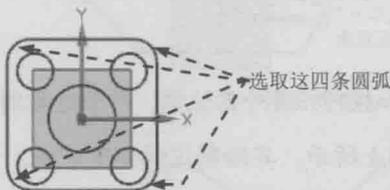

图 1.4.8 等半径约束
Step5. 添加几何约束。单击“约束”按钮 ,根据系统 **选择要约束的对象** 的提示,单击  按钮,选取图 1.4.8 所示的四条圆弧(两两进行约束),在圆弧之间添加“等半径”约束;单击“约束”按钮 ,根据系统 **选择要约束的对象** 的提示,单击  按钮,选取图 1.4.9 所示的两